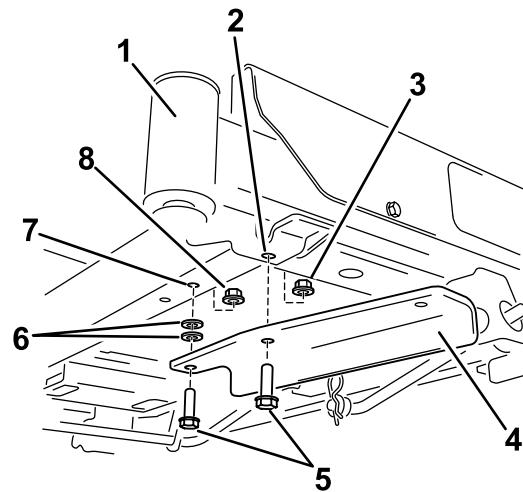

Figura 6
- Per le macchine non dotate di pedale di sollevamento assistito, assicurate la staffa mediante 2 bulloni (3/8" x 1 1/4") 2 rondelle e 2 dadi di bloccaggio (3/8") (Figura 6).